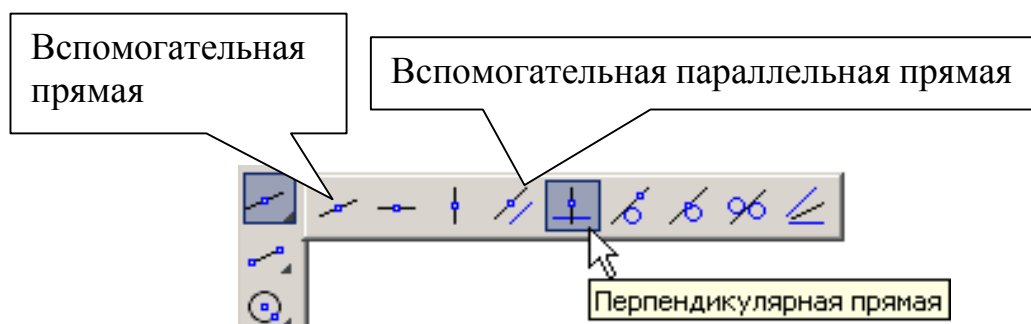
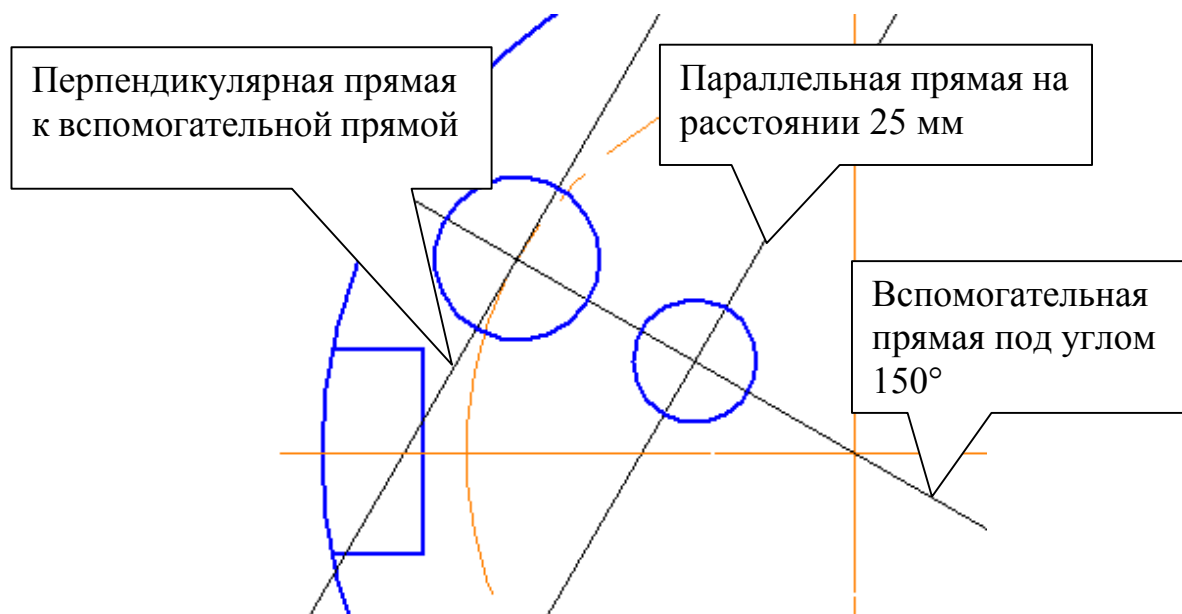

Рис. 2
Рис. 4
Выберите из вспомогательных прямых параллельные, рис. 2. В строке параметров включите одну прямую
4. Для построения отверстия необходимо определить центры окружностей Ø12 и Ø16. Нажмите кнопку **Вспомогательная прямая** на панели **Геометрия** . Угол наклона в строке параметров 150°, рис. 63. Зафиксируйте положение прямой в начале координат. Сделайте активной команду **Перпендикулярная прямая** , рис. 2, и постройте ее согласно рис. 4. От нее с помощью параллельной прямой (в режиме включите одну прямую) отложите расстояние «25». Постройте две заданные окружности без центровых линий. Удалите вспомогательные прямые.